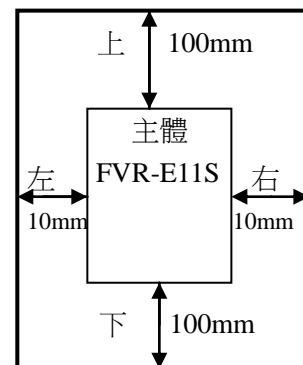

图 2-1
- (1) 变频器应竖直安装, 在正前方看到 FVR-E11。请勿倒装或水平安装。应使用螺钉安装在牢固的结构上。
- (2) 变频器运行时要产生热量, 为确保冷却空气的通路应如图 2-1 所示, 设计留有一定的空间。因产生的热量向上散发, 所以不要安装在不耐热设备的下方。
- (3) 变频器运行, 散热版的温度可能高达接近 90℃。所以, 变频器背面的安装面必须要用能耐较高温度的材料。